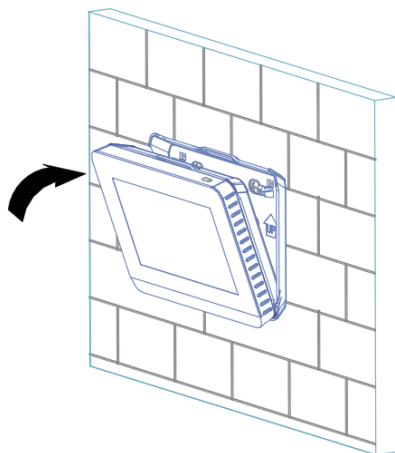

Figura 6
**3.1.5 Pressione a parte superior do controle centralizado na tampa traseira até ouvir o som de um clique, como mostrado na Figura 6.**